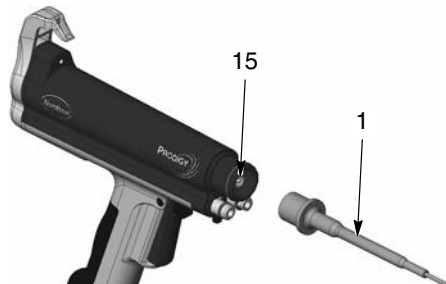

Figura 25 Remoção do suporte da resistência
6. Consulte a figura 25. Desenrosque o suporte da resistência (1) desligando-o do multiplicador (15).
4. Consulte a figura 25. Enrosque o suporte da resistência no multiplicador.